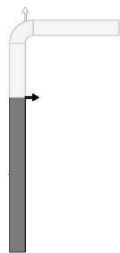

图 6-13 【等距】生成的边线法兰
- **等距**：勾选此复选框，将生成一个两边相等的边线法兰，如图 6-13 所示。